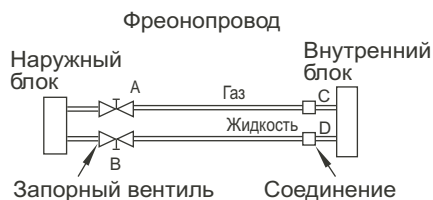

Рис.23
1. Проверьте, что соединения А, В, С, D (Рис.23) выполнены правильно и надежны. Наживите (не плотно) шланг к линии низкого давления (газовой) наружного блока кондиционера.